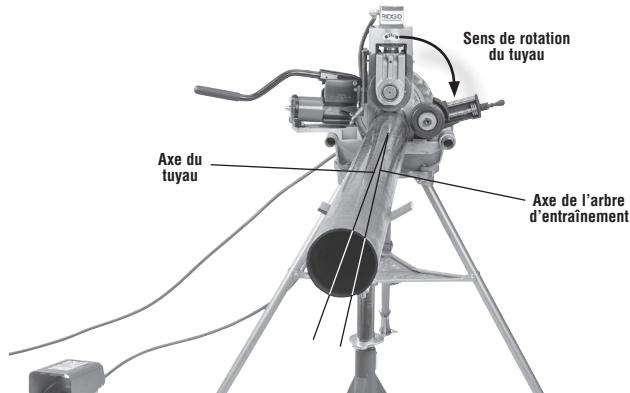

Figure 2 – Déport du tuyau sur 1/20 vers l'utilisateur (exagéré pour clarté)
2. Déportez légèrement le tuyau et les porte-tubes d'environ ½ degré (approximativement 1 pouce à une distance de 10 pieds de la rainureuse) vers l'utilisateur. La position relative du tuyau vis-à-vis de la rainureuse aide à maintenir son tracé en cours de rainurage (Figure 2). Il s'agit là du déport approprié lorsque le système d' entraînement tourne en marche arrière (REV) et que le stabilisateur est utilisé.